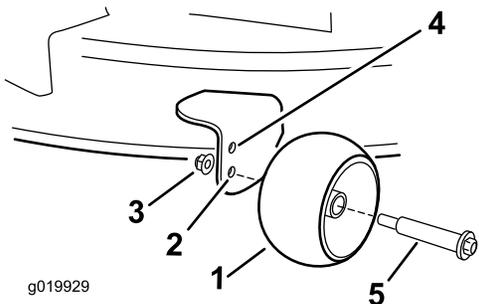

Рисунок 28
газонокосилки установлена в положение 63 мм и ниже (Рисунок 28).
- Нижнее отверстие — используйте это положение, когда высота скашивания деки газонокосилки установлена в положение 76 мм и выше (Рисунок 28).